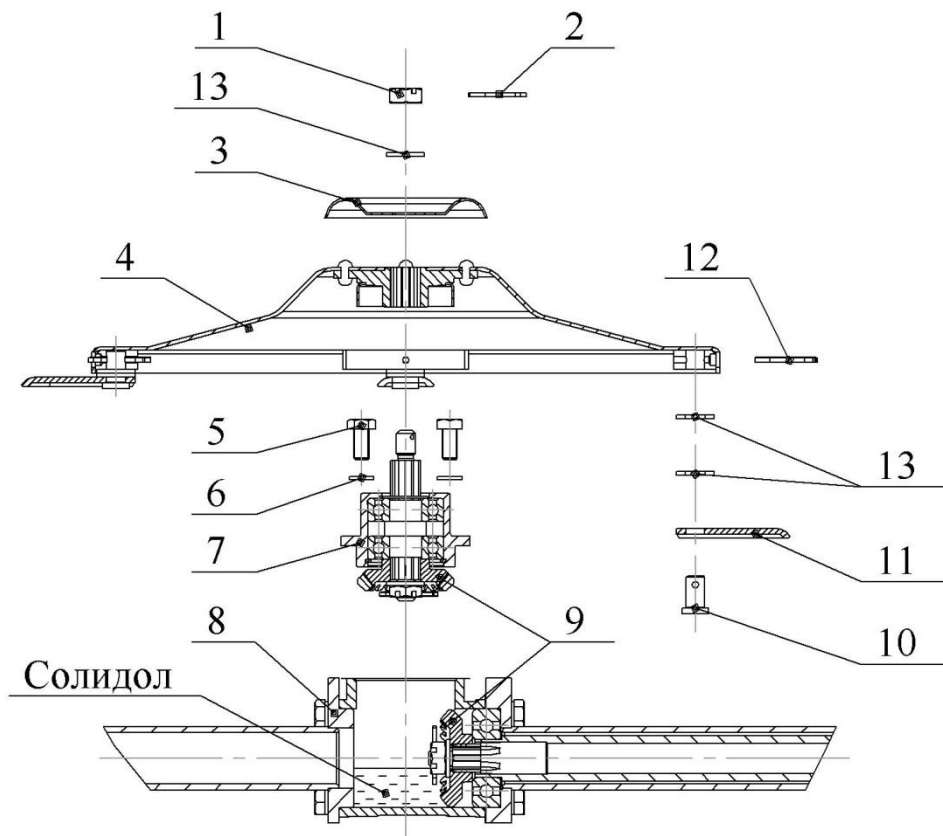

Рисунок 2 – Режущий диск и его привод.
7.6 После первых 30 мин. работы новой косилки необходимо остановить двигатель мотоблока и проверить крепление деталей 1; 2; 10; 11, 12 и 13 (рисунок 2), а также затяжку крепления деталей косилки. При необходимости подтянуть и законтрить.
8.2.1 Для заполнения редукторов привода первого и второго режущих дисков 1 и 2 (рисунки 1а и 1б), необходимо расконтрить и отвернуть гайку 1 (рисунок 2), снять шайбу защитную 3 и диск 4, отвернуть четыре болта 5, снять шайбы 6 и корпус ведомой шестерни 7.